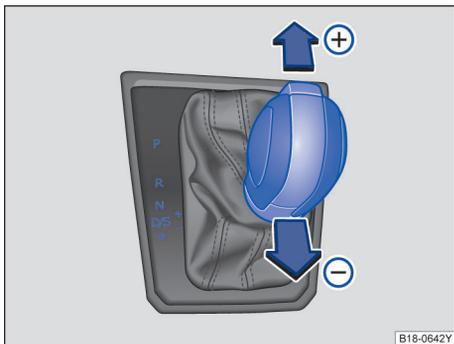

图 104 选档杆在 Tiptronic 手动电控换挡程序位置上
- 向前 ⊕ 或向后 ⊖ 短促按压选档杆, 即可换高档或降档 ⇒ 图 104。